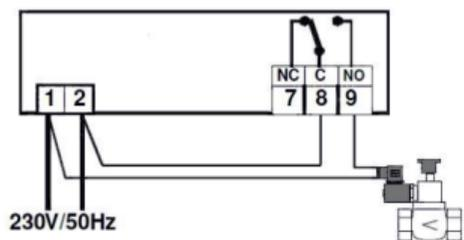
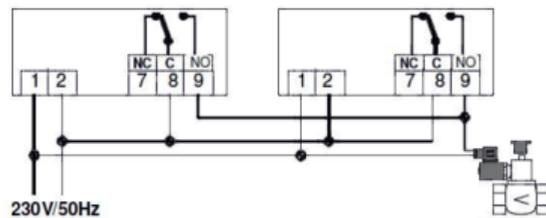

Рис. 5 Э/М клапан Н.О
Рис. 6 Э/М клапан Н.О
Пример подключения сигнализатора газа модели Beta gas detector 754 -R/M(G) к нормально-открытому электромагнитному клапану (рис. 5) и совместное подключение двух сигнализаторов к одному клапану (рис.6).